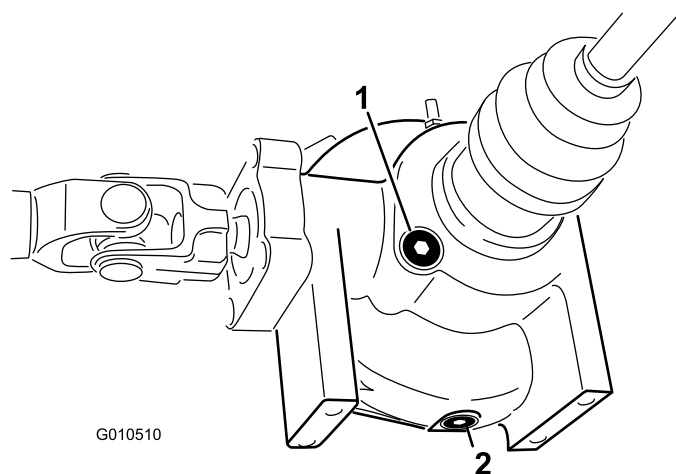

図 49
2. デファレンシャル側面にあるドレンプラグの周辺をウェスできれいにぬぐう（図 49）。ドレンプラグの下にオイルを受ける容器をおく。